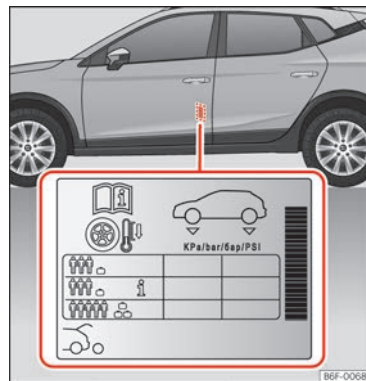

Abb. 188 Einbauort des Aufklebers für den Reifendruck.
- Passen Sie bei größerer Zuladung den Reifendruck entsprechend an >>> **[Abb. 188]**.
Die Angaben zum Reifenfülldruck befinden sich auf dem Aufkleber an der Fahrertürsäule »» (Abb. 188).
Der Reifendruck muss der aktuellen Fahrzeugbelastung angepasst werden. Wenn das Fahrzeug voll beladen werden soll, muss der Reifenfülldruck entsprechend dem auf dem Reifenfülldruck-Aufkleber angegebenen maximalen Wert erhöht werden »» (Abb. 188).
Füllen Sie bei einem minimierten Notrad (125/70 R16 oder 125/70 R18) auf einen Druck von 4,2 bar, gemäß Angabe auf dem Aufkleber mit den Reifendruckwerten »» (Abb. 188).
Je nach Fahrzeug kann der Reifenfülldruck auf halbe Last eingestellt werden, um den Fahrkomfort zu verbessern (Reifenfülldruck i »» (Abb. 188)). Beim Fahren mit Komfort-Reifendruck kann sich der Kraftstoffverbrauch leicht erhöhen.
- Der Fahrer ist verantwortlich für den richtigen Reifenfülldruck an allen Reifen am Fahrzeug. Der empfohlene Reifenfülldruck befindet sich auf einem Aufkleber »» (Abb. 188).
- Immer den richtigen Reifenfülldruck am kalten Reifen einhalten, wie auf dem Aufkleber angegeben »» (Abb. 188).